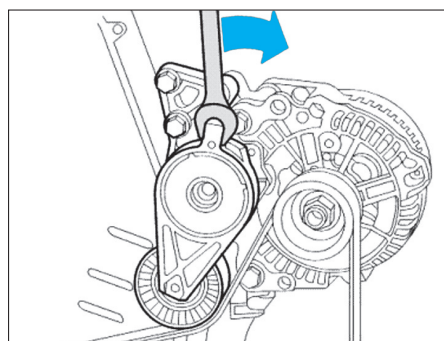

Fig. 9
- Détendre la courroie d'accessoires en agissant sur le galet tendeur dans le sens horaire à l'aide d'une clé hexagonale (Fig.9).